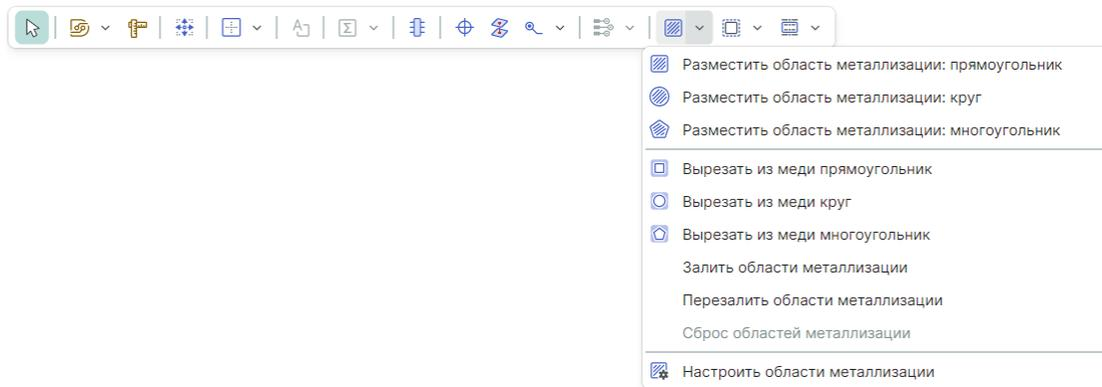

Рис. 464 Включение инструмента «Разместить область металлизации» из встроенной панели редактора с выбором формы контура
2. Активируйте инструмент «Разместить область металлизации» с выбором фигуры контура области металлизации, см. Рис. 464.